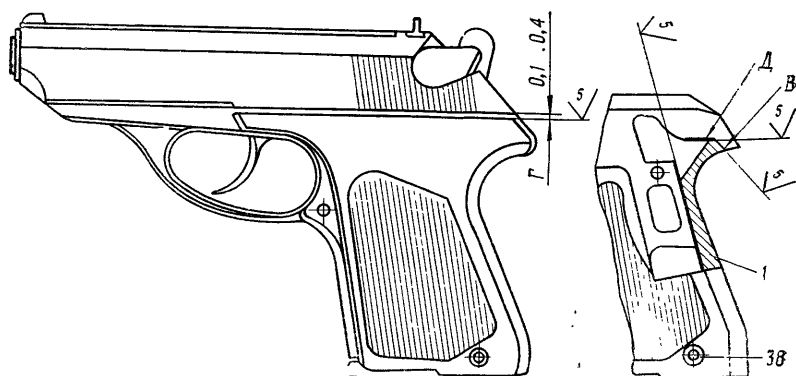

Рис. 39. Подгонка рукоятки:
4.3. Пригнуть рукоятку по плоскости В по рис. 39; местные зазоры по плоскости В не допускаются.
4.4. Присоединить затвор и проверить зазор между рукояткой и затвором (размер Г на рис. 39), который дол-
4.5. При зазоре Γ менее 0,1 мм опилить верхний срез рукоятки по рис. 39.
4.6. При зазоре Γ более 0,4 мм опилить на рукоятке плоскости *В* и *Д* по рис. 39, при этом рукоятка поднимается вверх.